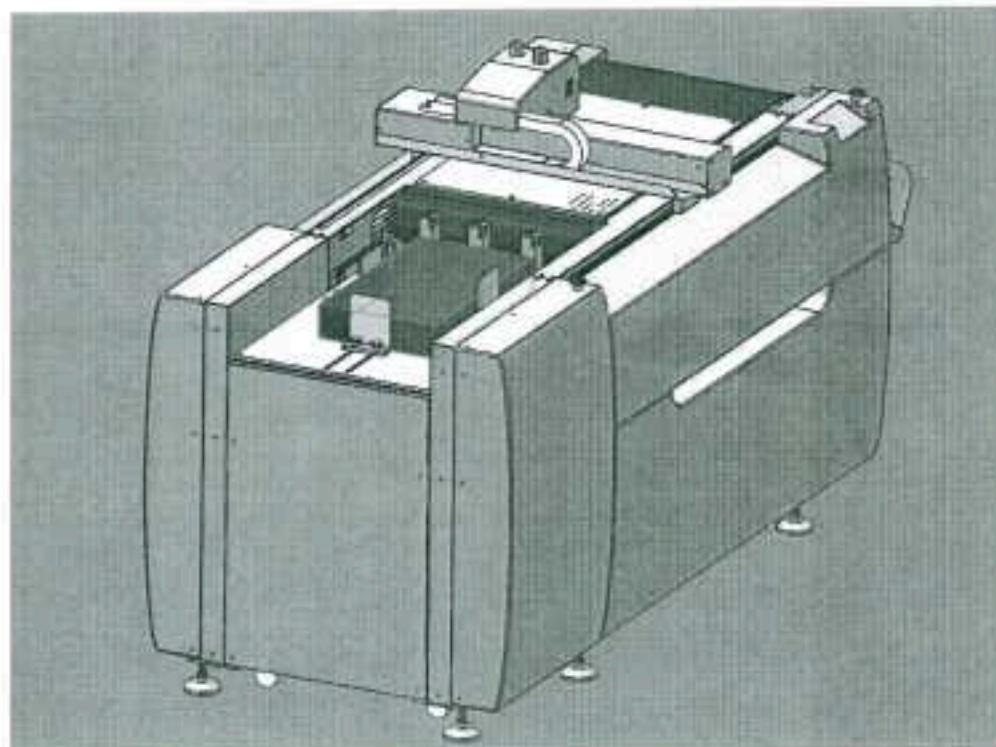

Рисунок 10.
5.1. Поместите материалы в указанное положение, а затем отрегулируйте фиксирующие пластины (рис. 10).